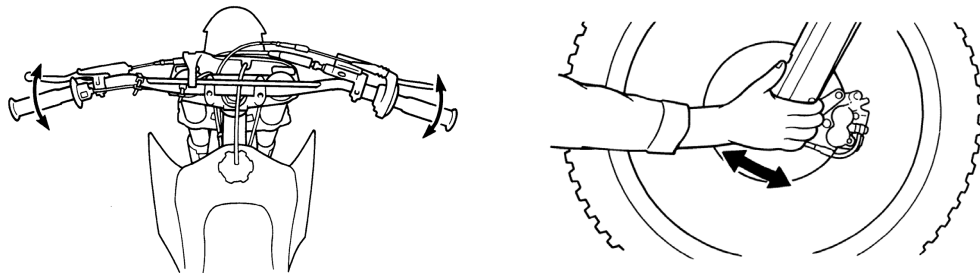

Рисунок 3. Проверка рулевой колонки
1. Встаньте перед мотоциклом. Возьмитесь за вилку (в районе передней оси) и потяните вилку по направлению к двигателю и обратно несколько раз (см. рисунок 3). Если подшипники изношены, вы почувствуете люфт или даже услышите щелчок/глухой удар.